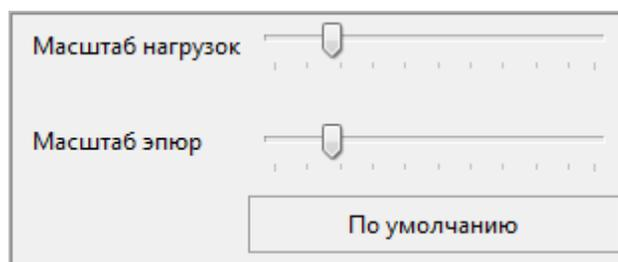

Рисунок 2.2 Масштаб эпюр/нагрузок
- **Масштаб эпюр/нагрузок** – содержит настройки коэффициента масштабирования для визуализации нагрузок и эпюр усилий (рисунок 2.2).